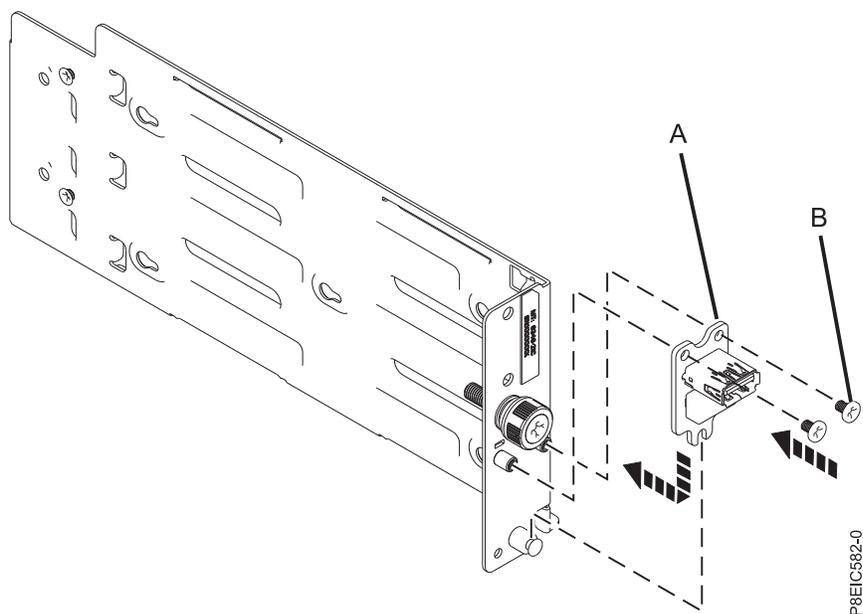

Figura 110. Sustitución de la tarjeta USB
2. Utilizando la patilla de alineación, baje la tarjeta USB (A) y pase el cable por el soporte; sustituya los dos tornillos (B) para fijar la tarjeta USB, tal como se indica en Figura 110 en la página 101.